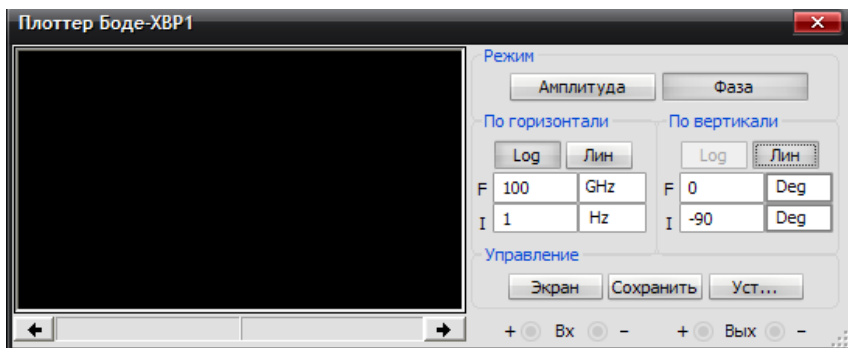

Рис. 2.6.7. Панель плоттера Бодэ для измерения ФЧХ
12. Откройте панель измерителя для измерения ФЧХ и настройте параметры прибора так, как показано на рис. 2.6.7.